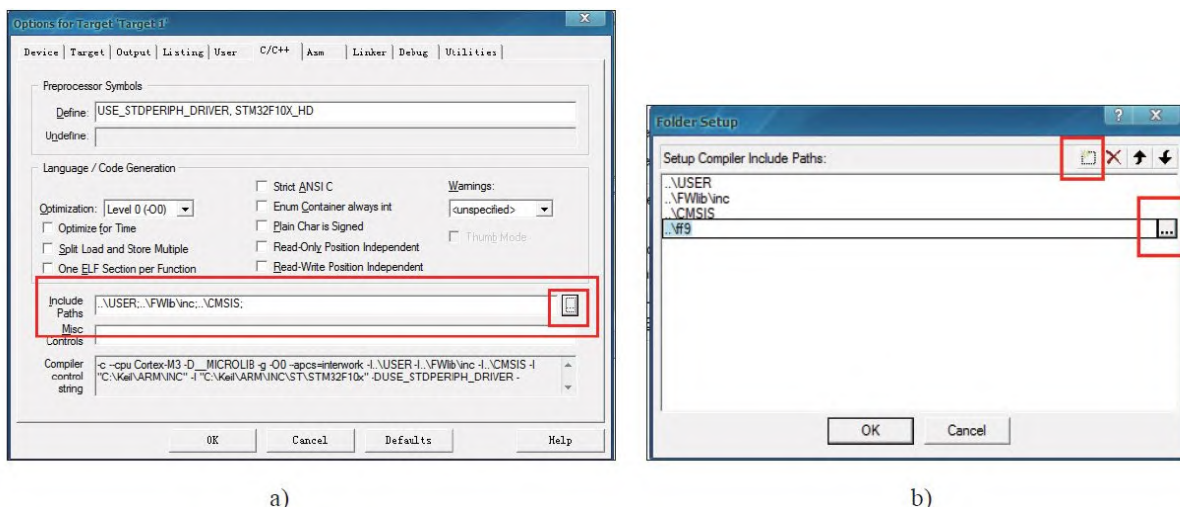

图 18-7 添加头文件搜索路径
4) 在Target Options的C++编译器选项中添加文件包含路径，见图18-7。